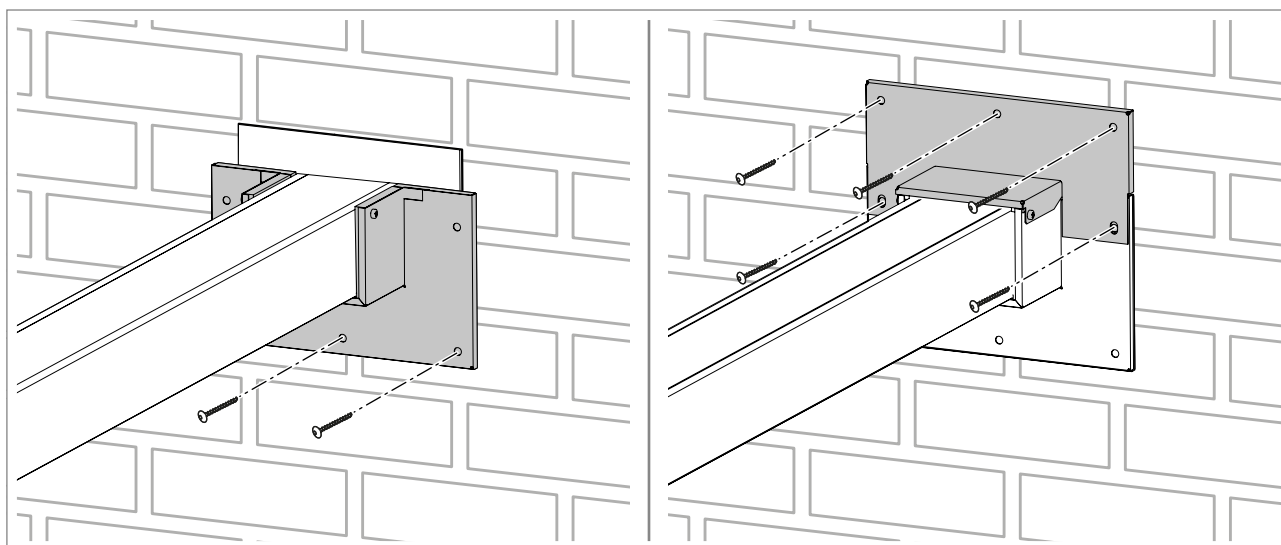

Fig. 50: Montage de l'embase murale
2. Monter l'embase pour prise de courant murale ① comme décrit dans Fig. 50.
3. Obturer l'ouverture de l'élément de construction par l'autre côté avec un cloisonnement qualifié ②.